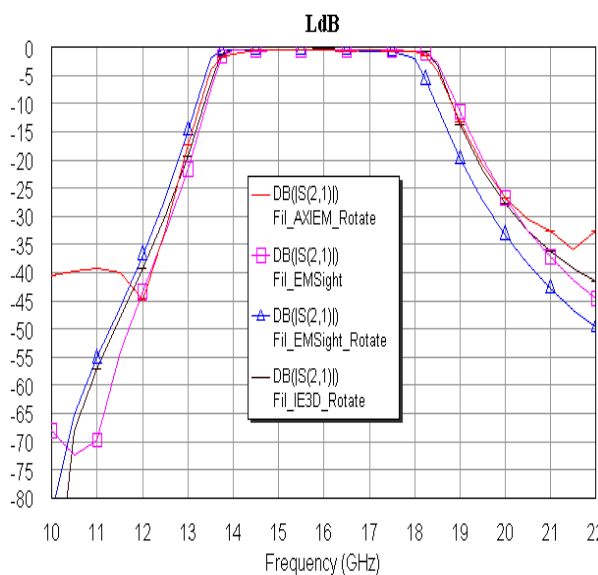

Рис. 7.78
- Откройте окно графика и щёлкните по значку **Analyze** на панели инструментов. Графики показаны на рис. 7.78 и 7.79 (оранжевая кривая).